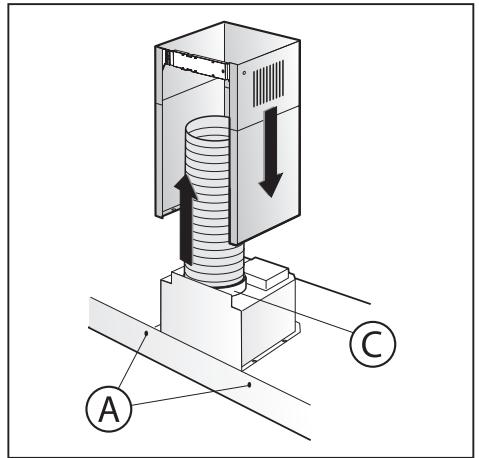

Fig.3
-A regolazione avvenuta fissare la cappa definitivamente tramite le 2 viti **A** (Fig.3).
-Collegare, mediante un tubo di raccordo, la flangia **C** al foro evacuazione aria (Fig.3).